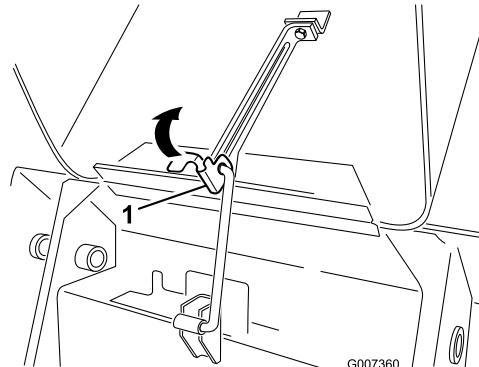

Bild 27
1. Heben Sie die Lasche an, mit der die Stützstange befestigt ist (Bild 27)